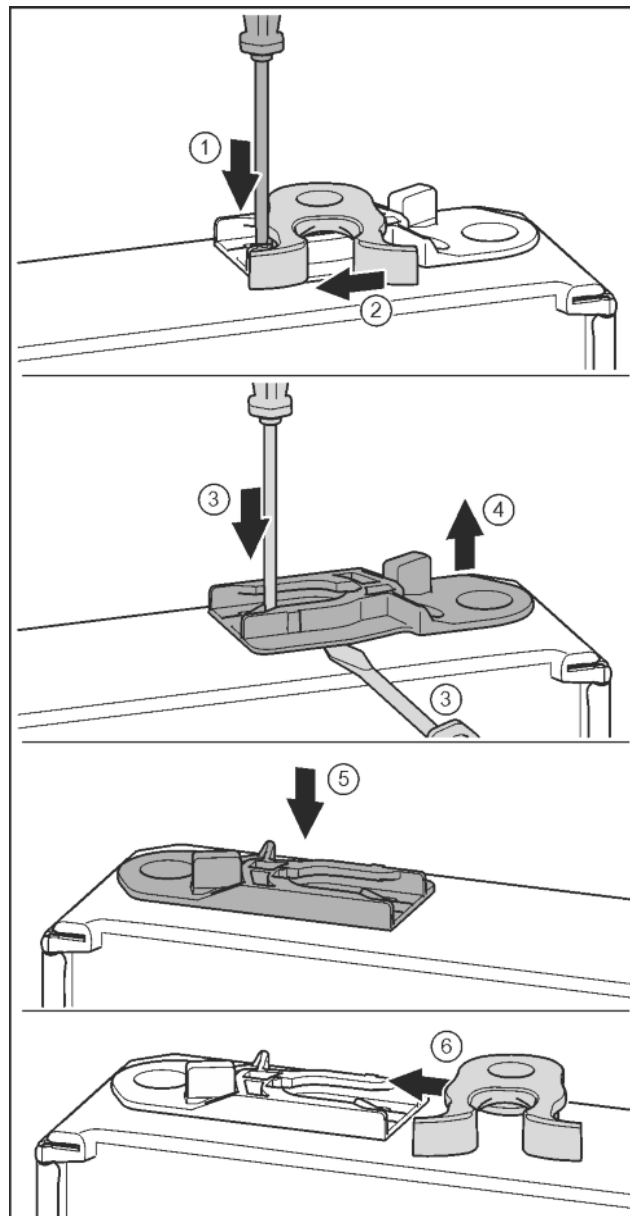

Fig. 19
- ▶ Pousser vers le bas la languette avec un tournevis plat. Fig. 19 (1)
- ▶ Tirer le crochet de fermeture en dehors du guide. Fig. 19 (2)
- ▶ Sortir la douille de guidage : Pousser la languette avec un tournevis plat et la faire passer simultanément sous la douille de guidage avec un tournevis plat. Fig. 19 (3, 4)
- ▶ Pousser la douille de guidage fournie à la livraison de l'autre coté du logement. Fig. 19 (5)
- ▶ Pousser le crochet de fermeture dans le guide. Fig. 19 (6)